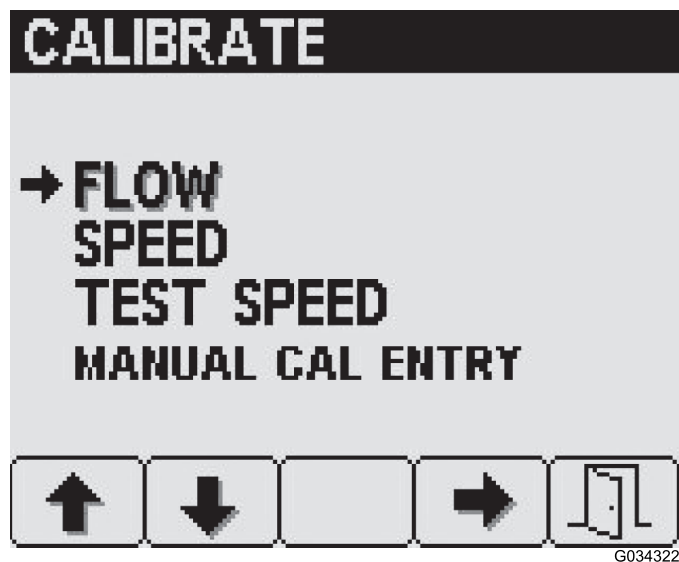

図 21
2. 流量Flow画面へ行くには、補正Calibrate画面 図 21 でボタン4を何度か押して Flow へ移動する。
2. 速度Speed画面へ行くには、補正Calibrate画面でボタン2を何度か押して 図 21 Speed へ移動し、ボタン4でそれを選択する。